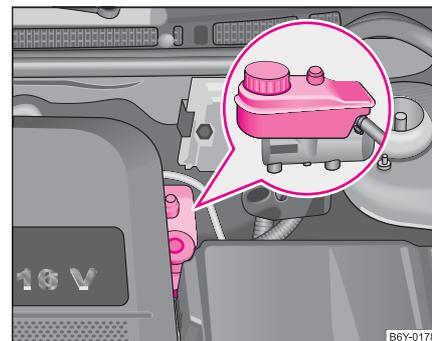

Abb. 141 Motorraum: Bremsflüssigkeitsbehälter
- Prüfen Sie den Bremsflüssigkeitsstand am Behälter ⇒ **Seite 195, Abb. 141**. Der Stand muss zwischen den Markierungen „MIN“ und „MAX“ liegen.